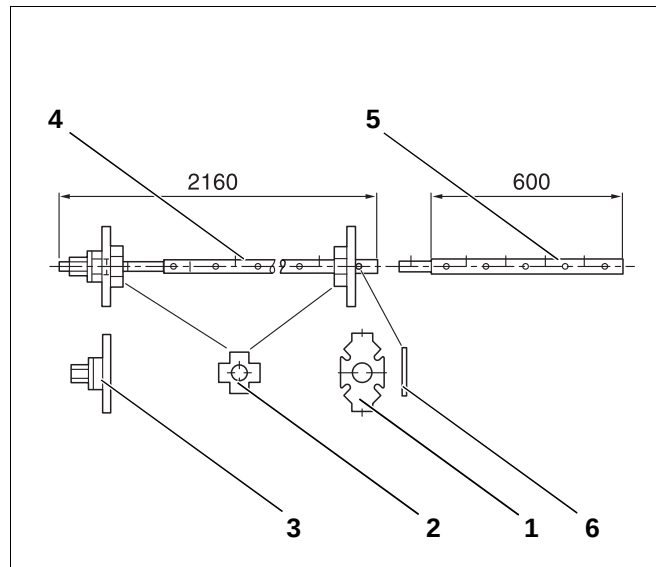
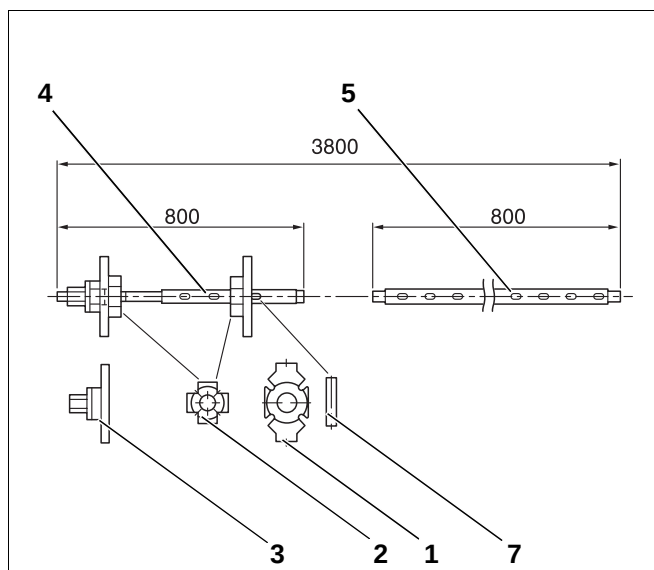

Fig. 1 Trekkeverktøy for kjel, størrelse 2.2
Fig. 2 Trekkeverktøy for kjel, størrelse 2.3
- Trekkeverktøy 2.2 (fig. 1) eller 2.3 (fig. 2)
Forklaring for fig. 1 og fig. 2: